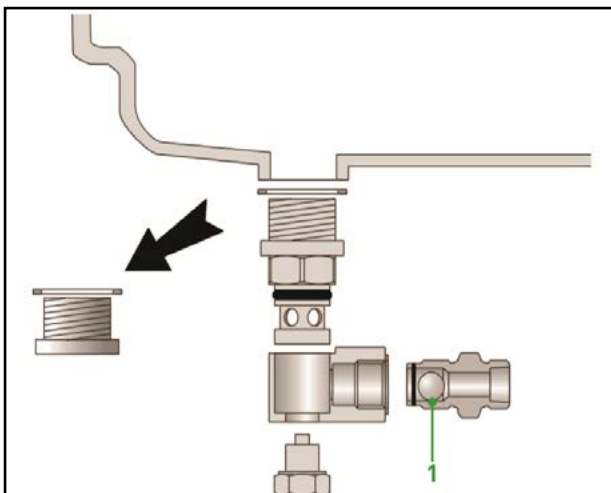

Abbildung 4.1 Einbau der Kurbelgehäuse-Kupplung
3. Ersetzen Sie den Stutzen des Kurbelgehäuses durch eine Kupplung (Abbildung 4.1). Aufgrund der Vielzahl an unterschiedlichen Gewindegrößen muss unbedingt kontrolliert werden, welche Kurbelgehäuse-Kupplung in dem Kit zum Gewinde im Kurbelgehäuse passt.